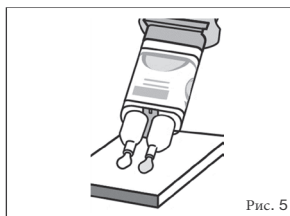

Рис. 5
1) Перед першим видавлюванням матеріалу з нового картриджа, або якщо картридж довго не використовувався, спочатку видавіть невелику кількість паст (Рис.5).